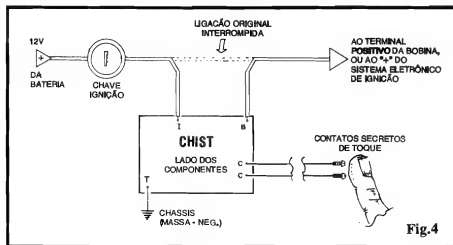

Fig.4
- **FIG. 4 - CONEXÕES EXTERNAS À PLACA E INSTALAÇÃO GÊNÉRICA DA CHIST...** - O diagrama embute uma série de informações fundamentais... Inicialmente observar os pontos periféricos codificados com "T", "B" e "I", respectivamente destinados à ligação com o fio proveniente da chave de ignição convencional, conexão aos sistema de partida/ignição, e ligação de "terra"... Os pontos "T" e "B" (notar que a placa, na figura, é vista pelo seu lado não cobreado...) devem, portanto, ser intercalados numa interrupção previamente feita na conexão original entre a "saída" da chave de ignição e o sistema de partida/ignição do carro... Pelos elevados níveis de Corrente aí presentes, tais ligações devem ser feitas com cabos isolados de bom calibre. Já a ligação de "terra" (ponto "T") é de baixa Corrente, podendo ser feita até com cabinho isolado bem fino, sem problemas... O mesmo ocorre com as importantes ligações aos contatos de **toque**, secretos, que **não podem** fazer contato elétrico com a "massa" (**negativo** ou "terra"), mas que podem ser efetivadas com um cabinho paralelo isolado bem fino (a Corrente é absolutamente irrisória, em tal percurso...). no necessário comprimento (as dimensões da cabagem dependerão unicamente do local escolhido para o "escondimento" dos ditos contatos...).